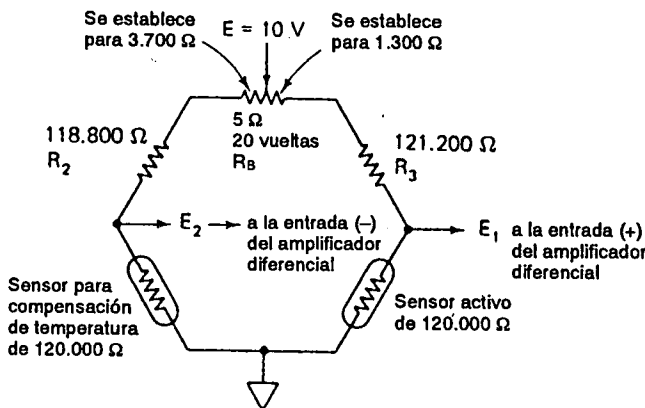

FIGURA 8-16 El potenciómetro de balance R_B se ajusta para hacer que $E_1 - E_2 = 0\text{ V}$.
Suponga que se tiene un sensor de trabajo y un sensor de compensación de temperatura en la figura 8-16 que son iguales dentro de $1\text{ m}\Omega$. Para completar el puente, se instalan dos resistencias de $120\ \Omega$ al 1% . Uno es más alto en 1% a $121.200\ \Omega$ y otro está abajo por 1% a $118.800\ \Omega$. Deben igualarse para balancear el puente. Para hacer esto, se instala, un potenciómetro de $5\ \Omega$ y 20 vueltas, como se muestra en la figura 8-16. En forma teórica, el potenciómetro debe establecerse como se muestra para igualar resistencias en las ramas superiores del puente a $122.500\ \Omega$.
Además supóngase que un amplificador de instrumentación con una ganancia de 1000 se conecta al puente de la figura 8-16. Del ejemplo 8-11, la salida del amplificador de instrumentación (IA) será de aproximadamente 22 mV por miliohm de desbalanceo. Esto significa que el potenciómetro de $5\ \Omega$ debe ajustarse dentro de $1\text{ m}\Omega$ a los valores mostrados, de modo que $E_1 - E_2$ y en consecuencia V_o del IA será igual a $0\text{ V} \pm 22\text{ mV}$.